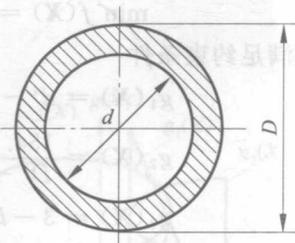

图 1-2 空心转动轴的截面形状
**【例 1-3】** 试建立数学模型,设计一重量最轻的空心转动轴。空心转动轴的轴截面形状如图 1-2 所示,图中  $D$ 、 $d$  分别为轴的外径和内径,轴的长度不得小于 3m,轴的材料为 45 钢,密度  $\rho = 7.8 \times 10^{-6} \text{ kg/mm}^3$ ,弹性模量  $E = 2 \times 10^5 \text{ MPa}$ ,许用切应力  $[\tau] = 60 \text{ MPa}$ ,轴所受扭矩  $M = 1.5 \times 10^6 \text{ N} \cdot \text{mm}$ 。